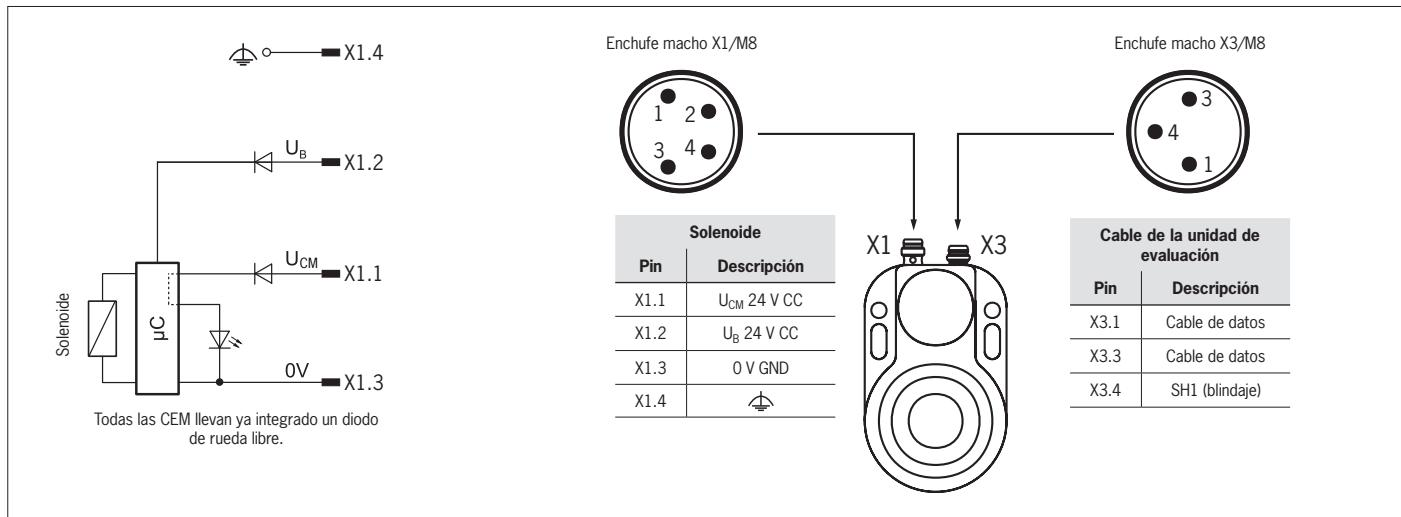

Fig. 4: Asignación de conexiones
► Para la asignación de conexiones, véase la Fig. 4.